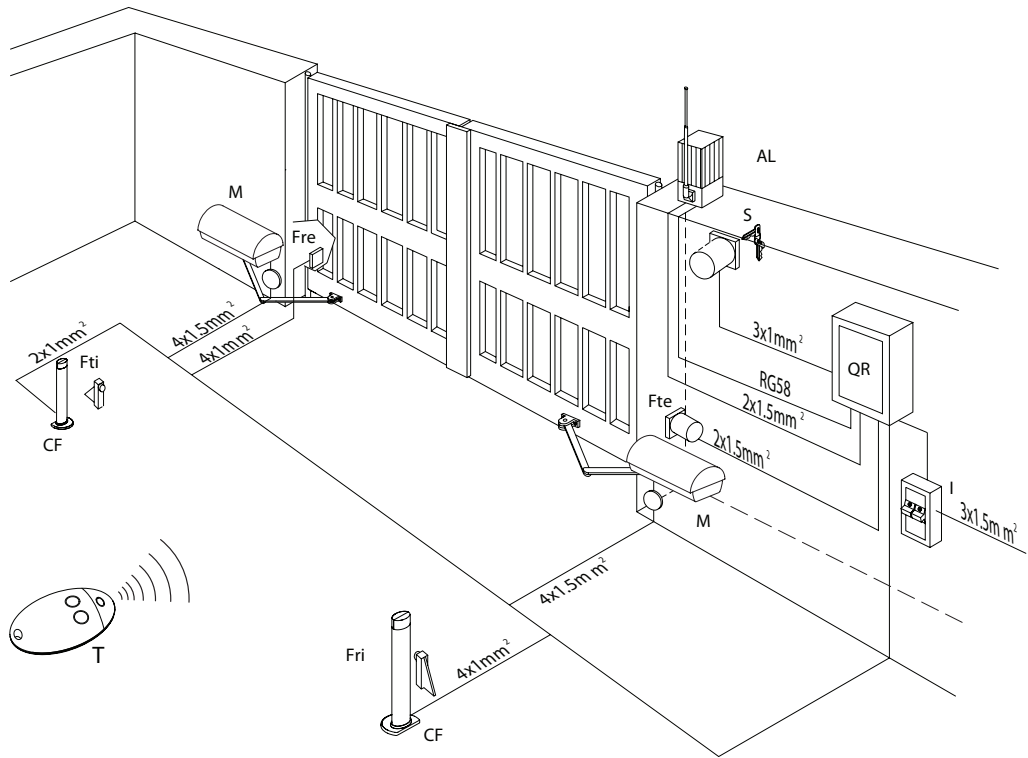

Fig. 11
**ВНИМАНИЕ: Для подключения к линии используйте мультиполярный кабель соответствующий существующим нормам.** На **рис.11** показано гнездо подсоединения привода и положение, в котором должно происходить крепление с соответствующей силой закручивания. В случае, если двигатель вращается в обратном направлении, поменяйте местами подсоединения к клеммам хода «М». Для подключения блока управления см. соответствующую инструкцию.